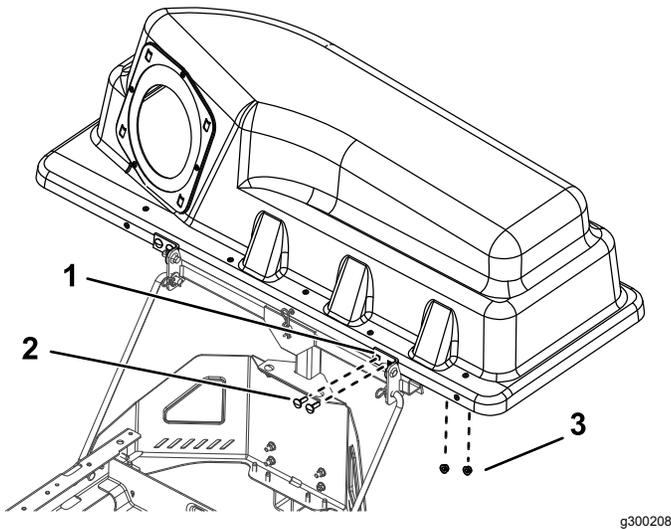

Figura 16
2. Instale los soportes de giro sobre el bastidor de giro (Figura 16).